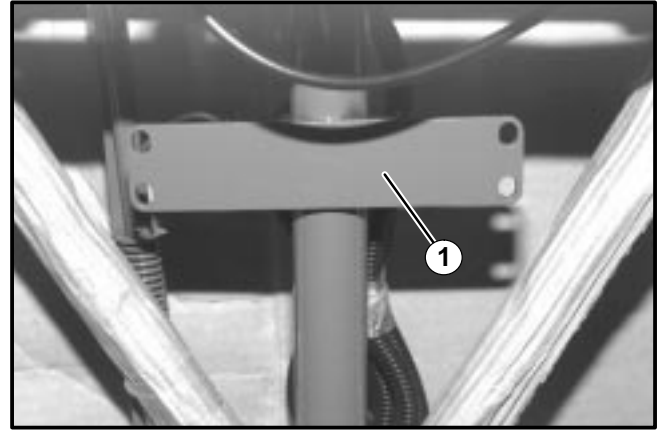

ABBILDUNG 17
13. Für Briggs-Motoren die zwei (2) 10 mm Schrauben, die den Drosselklappendeckel am Motor halten, lösen und entfernen. Den Drosselklappendeckel nach vorn drehen, um Zugang zur Drosselklappe zu bekommen. Siehe Abbildung 17.